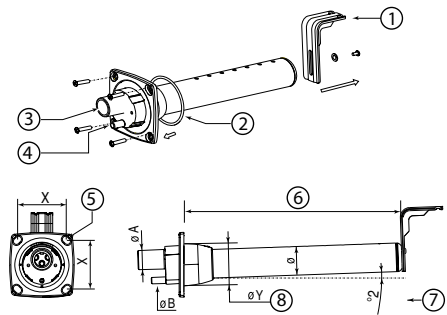

Fig. 3.b
**Instruction pour le montage (voir Fig.3.b):**